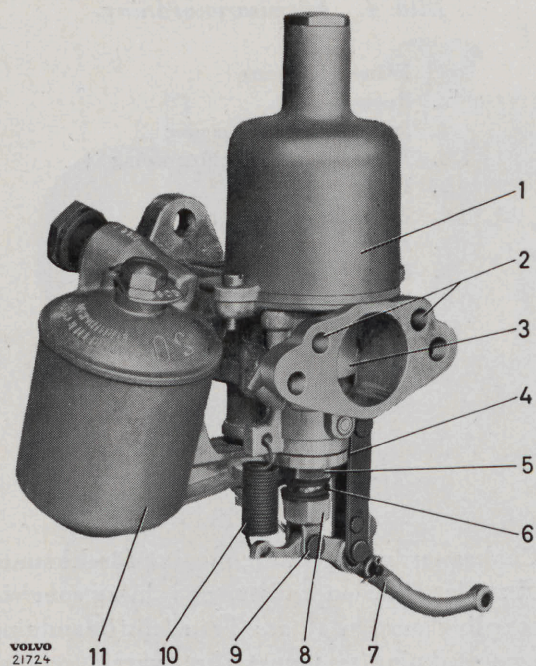

Bild 6. Bakre förgasare från flottörhussidan.
Munstycket pressas uppåt av fjädern (10, bild 6) för hävarmen (7) så, att munstyckets nederdel stöder mot den justerbara muttern (8), vilken låses i sitt läge av en annan fjäder (6). Med den-